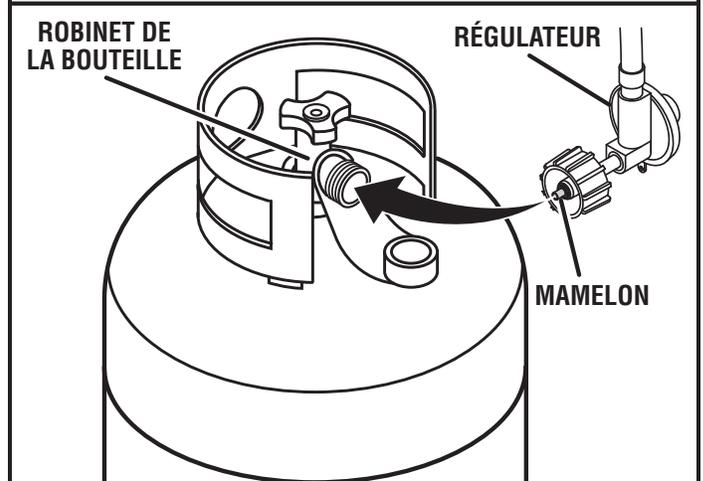

Fig. 24.
- À l'aide d'un pinceau propre et d'un mélange 50/50 de savon doux et d'eau, appliquer la solution savonneuse sur les zones indiquées par les flèches sur la figure 24.